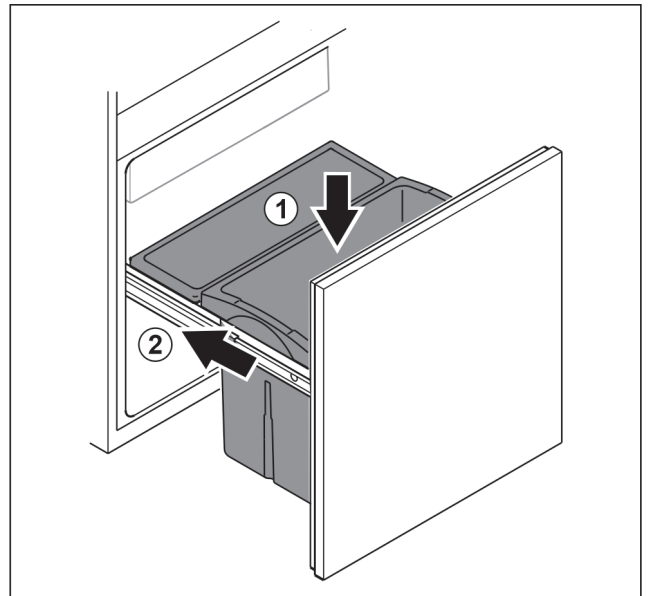

Fig. 154
- ▶ Schubfach von oben einsetzen. Fig. 154 (1)
- ▶ Auszugswagen einschieben. Fig. 154 (2)